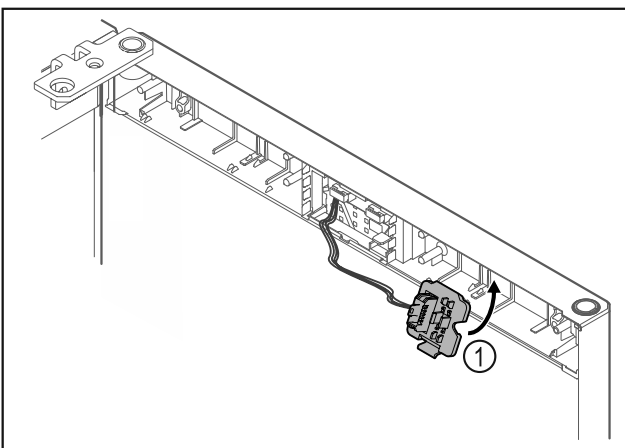

Fig. 22
- ▶ Zaistite držiak zástrčky Fig. 22 (1) na opačnej strane.